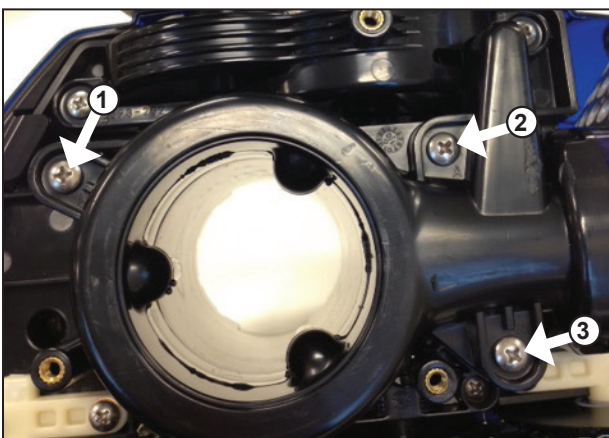

Figure 5. Retirer les trois (3) vis du système de gestion de l'eau
8. Placer le nettoyeur sur ses roues doubles latérales, puis retirer les trois (3) vis situées à l'endroit marqué d'un « A » sur le châssis du système de gestion de l'eau (Figure 5).